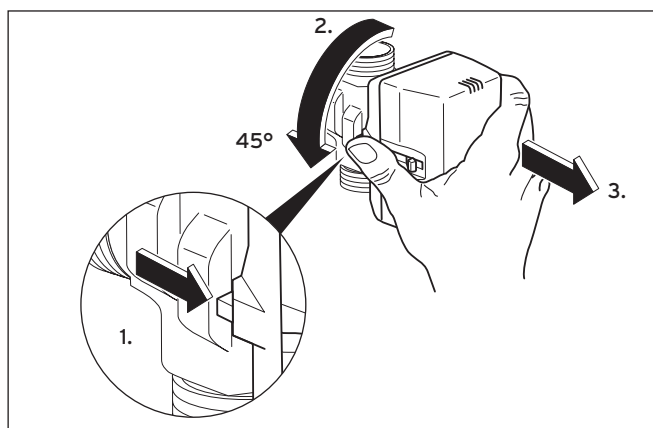

Fig. 5.3 Retrait du carter moteur de la vanne trois voies
- Retirez le câble d'alimentation électrique du carter de moteur de la vanne d'inversion (5).
- Retirez le carter du moteur (cf. fig. 5.3) :